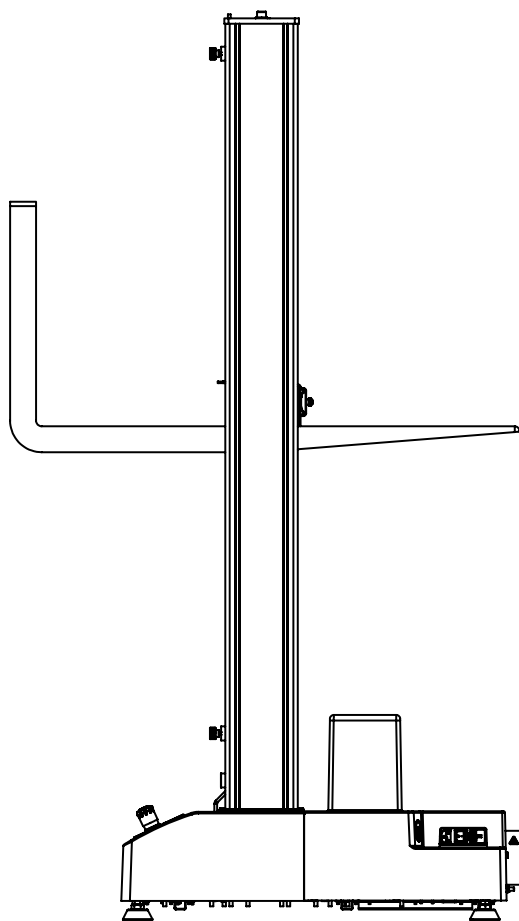

图 11. 将机架从横梁提起
2. 使用具有衬垫叉的铲车，或在横梁周围包裹保护性材料，小心地将铲叉插入立柱间的横梁下。请参阅第 57 页图 11。